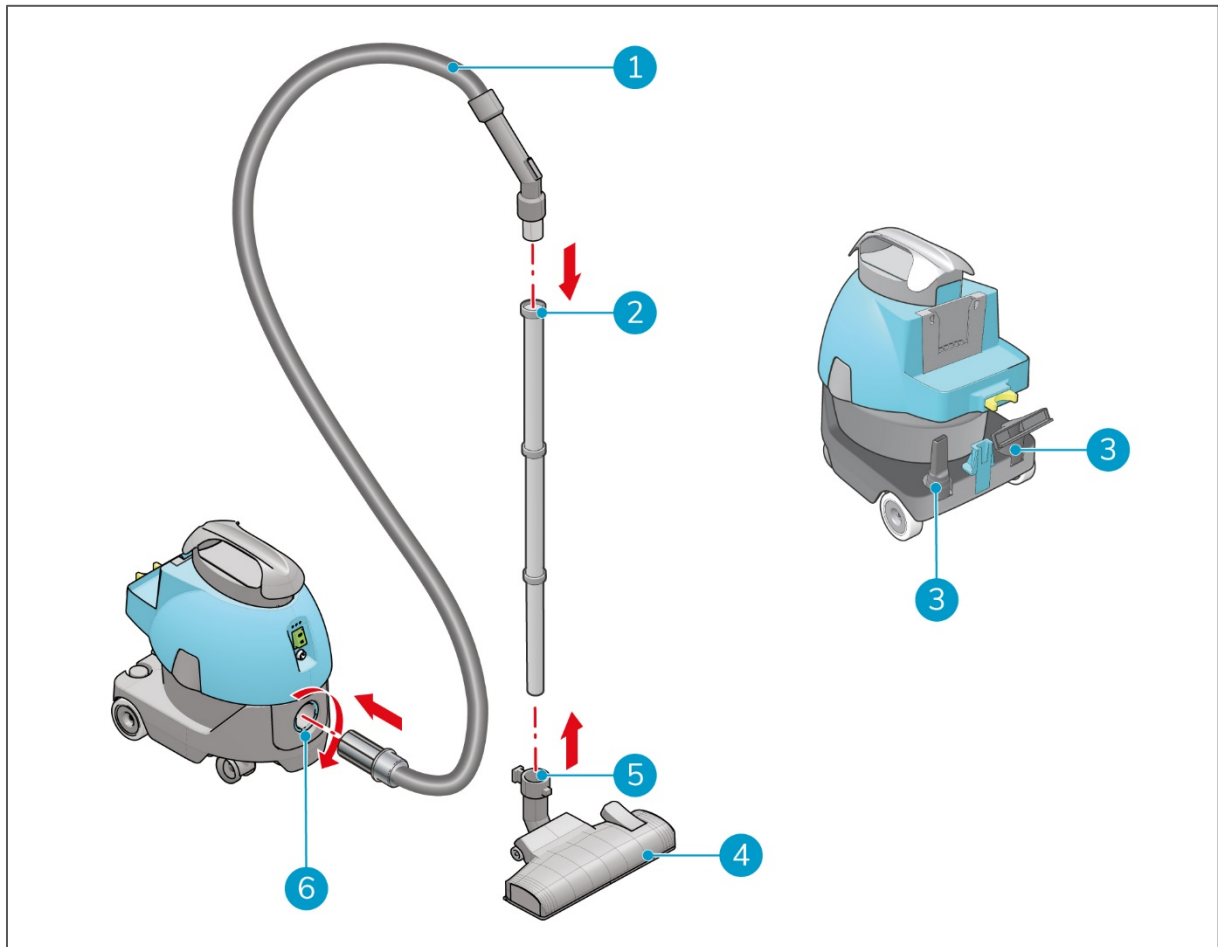

Abbildung 8
1. Führen Sie den Schlauch (Figure 8, Pos. 1) in den Schlauchanschluss (Figure 8, Pos. 6).
3. Stecken Sie den Schlauch in das Saugrohr (Figure 8, Pos. 2).
4. Bringen Sie die Standardbodendüse (Figure 8, Pos. 4) am schmalen Saugrohrende (Figure 8, Pos. 5) an.
5. Platzieren Sie die Fugendüse und die Polsterdüse auf den Halterungen (Figure 8, Pos. 3).